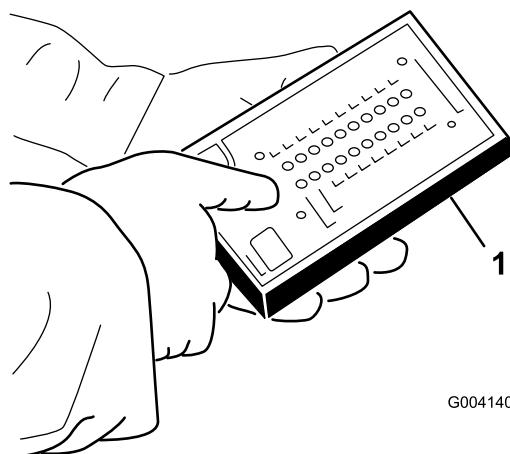

Figura 37
5. Collegate il connettore del display Diagnostic ACE al connettore del cablaggio preassemblato (Figura 37).